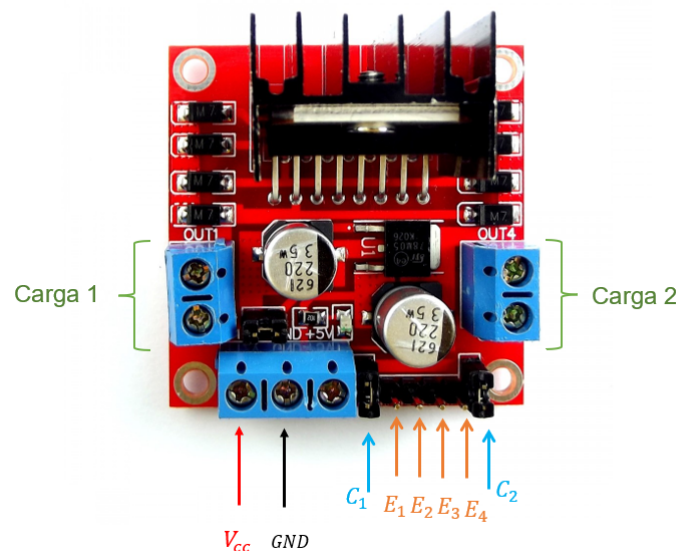

Figura 2: Diagrama del puente H [3].
- Puente H: Se trata de un circuito usado para hacer girar y controlar motores de DC. El circuito se muestra en la figura 2 y con la cual podemos mencionar diferentes elementos: